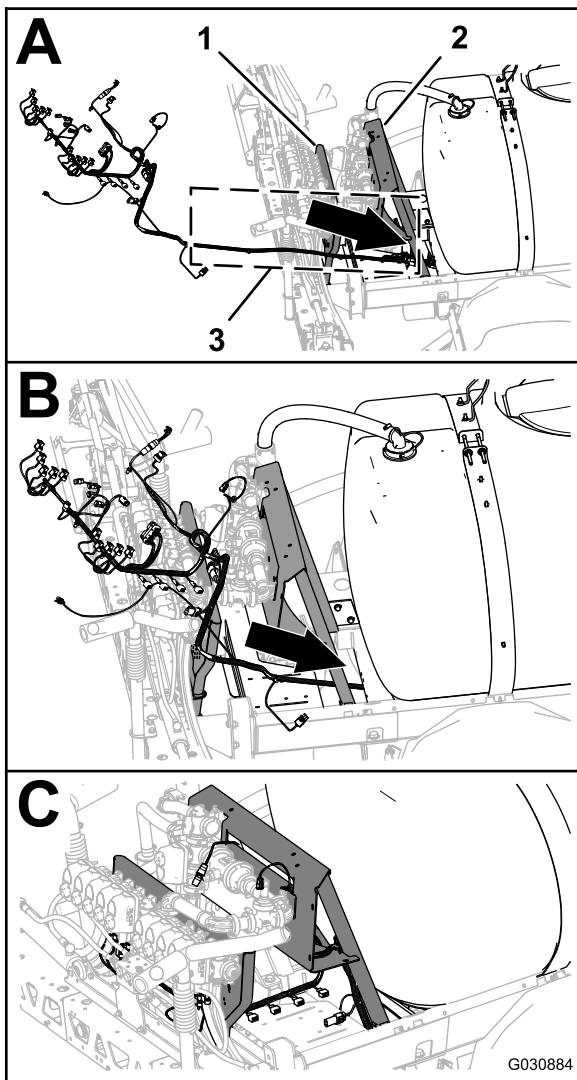

Figure 84
2. Acheminez la branche de 165 cm et la branche de 203 cm du faisceau neuf entre le support des 10 vannes de pulvérisation et le support droit du support de collecteur (Figure 84).